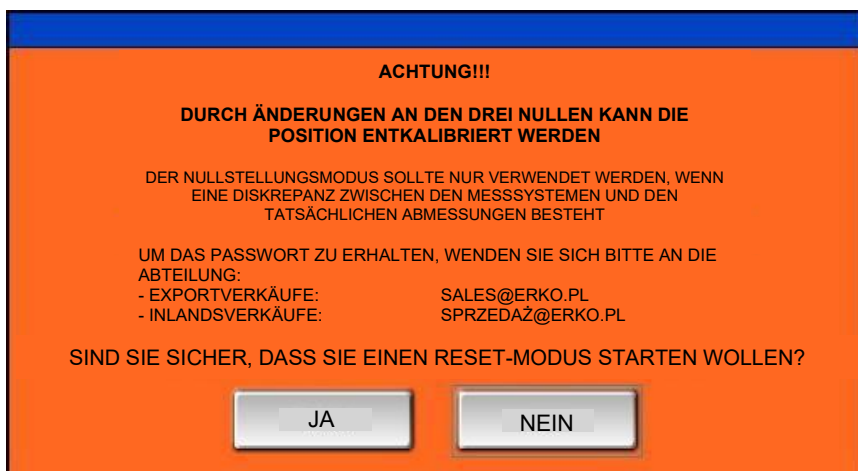

Abb. 43a.
- Drücken Sie die Taste  in der linken unteren Ecke des Bedienfelds "MENU". Es erscheint ein Warnfenster (Abb. 43a).